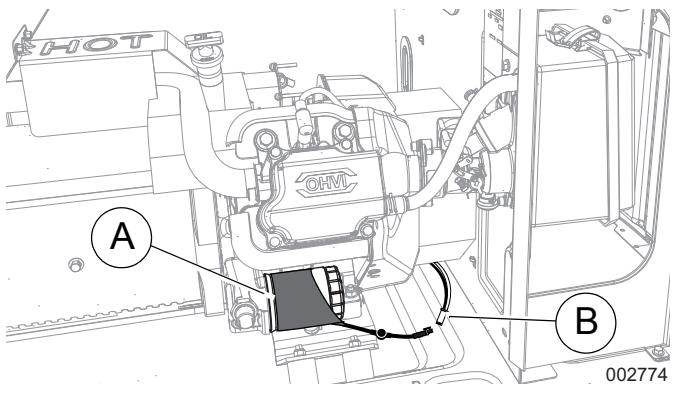

Рисунок 3. Установка обогревателя масляного фильтра (9 кВт)
- См. Рисунок 3. Установите новый масляный фильтр и затяните вручную, пока уплотнение не соприкоснётся с уплотняющей поверхностью. После этого затяните масляный фильтр вручную ещё на один полный оборот. Надвиньте нагреватель масляного фильтра (A) на масляный фильтр, как показано на рисунке, соединителем вниз.